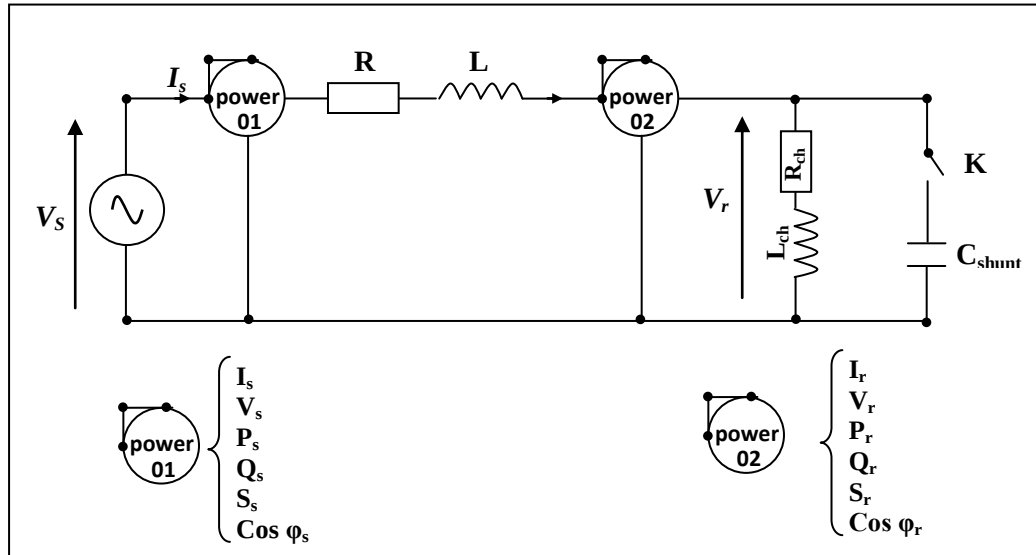

Figure .5. Schéma équivalent d'une ligne avec compensation série pour une charge inductive.
- La figure 5 présente tous les schémas réalisés durant le TP.
- Réaliser le montage de la figure 5.
- Faire toujours le montage de la figure 5, avec l'ouverture de la fermeture K,
- Tracer le diagramme vectoriel des tensions après l'insertion du condensateur (figure 5)